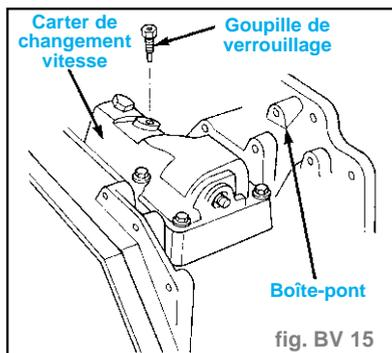

fig. BV 15
- Introduire la goupille de verrouillage (côté long vers le bas), dans le même trou fileté (fig. BV. 15). Un trou de l'arbre sélecteur s'alignera sur la goupille, permettant à cette dernière d'être vissée dans le carter. Cette opération verrouille l'arbre sélecteur en position neutre 3-4.